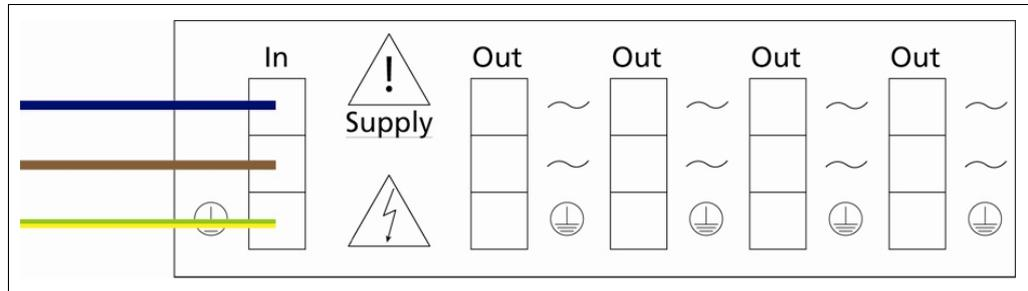

Abb. 5 Externe Stromversorgung der AWE
3. Schließen Sie die externe Stromversorgung an die AWE an (Abb. 5).